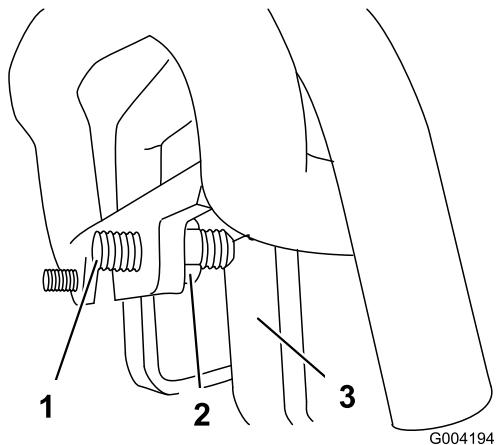

Figura 54
3. Se la macchina devia verso **sinistra**, allentate il controdado **destro** e regolate la vite di arresto sulla parte anteriore del comando della trazione (Figura 54).
4. Se la macchina devia verso **destra**, allentate il controdado **sinistro** e regolate la vite di arresto sulla parte anteriore del comando della trazione (Figura 54).